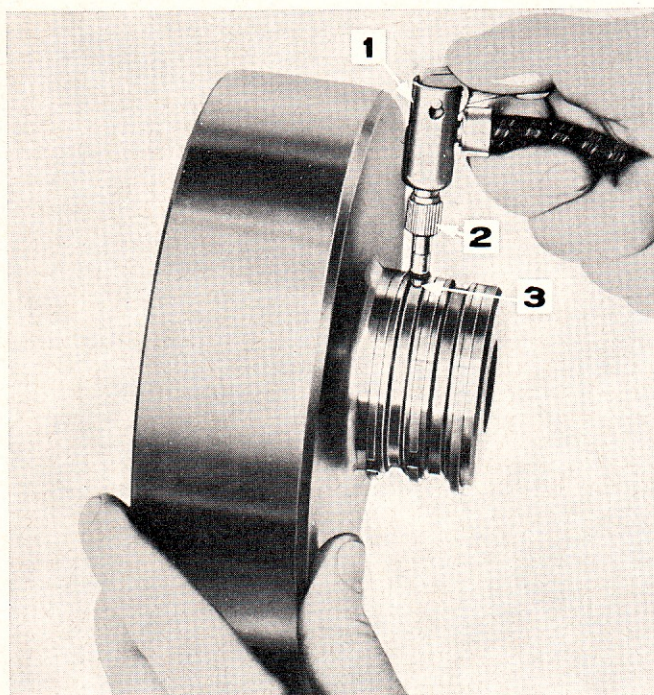

Figure 26: Dépose du piston d'embrayage au moyen d'air comprimé
8. Appliquer l'air comprimé sur le perçage avant du carter d'embrayage: le piston est chassé au dehors et peut être extrait. Si l'on ne dispose pas d'une installation d'air comprimé, utiliser une pompe à pied en montant sur le raccord de la pompe un clapet de gonflage air/eau (Figure 26).